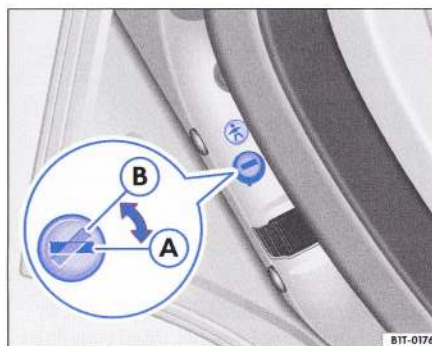
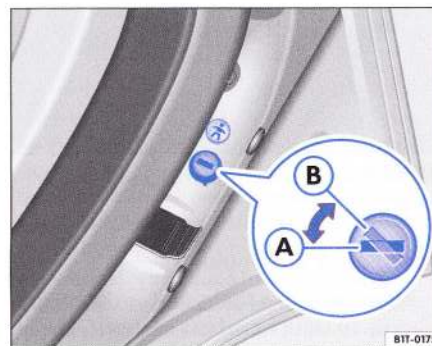

Fig. 28 Siguranța pentru copii în ușa din stânga: (A) decuplată, (B) cuplată.
Fig. 29 Siguranța pentru copii în ușa din dreapta: (A) decuplată, (B) cuplată.
– Rotiți cu cheia în ușa deschisă, fanta în poziția ⇒ fig. 28 (B) sau ⇒ fig. 29 (B).
– Rotiți cu cheia în ușa deschisă, fanta în poziția ⇒ fig. 28 (A) sau ⇒ fig. 29 (A).